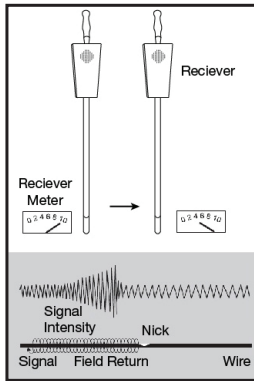

FIGURA 4:
Para localizar melladuras de cables, continúe a lo largo de la ruta como se indicó anteriormente, rastreando el sonido nulo en el cable y los sonidos de tono a lo largo de los costados. En algún punto el tono a uno de los lados de la respuesta nula será más débil a lo largo de una distancia corta. En este punto, regrese al punto donde se detectó la última señal potente y coloque la punta del receptor sobre el suelo aproximadamente a seis (6) pulgadas hacia uno de los lados de la respuesta nula. Marque la ruta con respuesta nula si es necesario. Ajuste la perilla de sensibilidad bajando hasta que la lectura del medidor sea justo menos de 10 y mueva el receptor a lo largo de la línea, manteniendo la distancia de 6 pulgadas de la respuesta nula. Preste mucha atención a la lectura del medidor al moverlo a lo largo de la ruta, después de pasar la melladura del cable, el medidor bajará rápidamente. (Consulte la Figura 4)